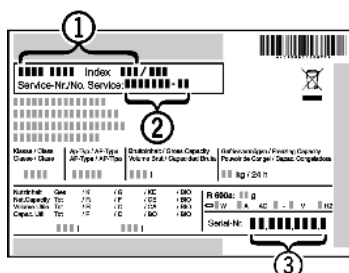

Fig. 18
▶ Odczytać z tabliczki znamionowej oznaczenie urządzenia Fig. 18 (1), nr serwisowy Fig. 18 (2) oraz numer seryjny Fig. 18 (3). Tabliczka znamionowa znajduje się po lewej stronie wewnątrz urządzenia.
- ▶ Poinformować serwis i podać opis zakłócenia, oznaczenie urządzenia Fig. 18 (1), nr serwisowy Fig. 18 (2) oraz numer seryjny Fig. 18 (3).